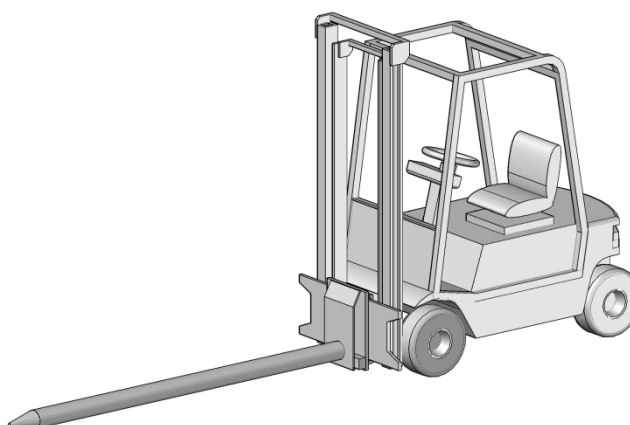

Fig. 2: Gaffeltruck med mattstolpe
- En gaffeltruck med en stolplängd $\geq$ på 2/3 av rullens bredd (mattstolpe) (Fig. 2)